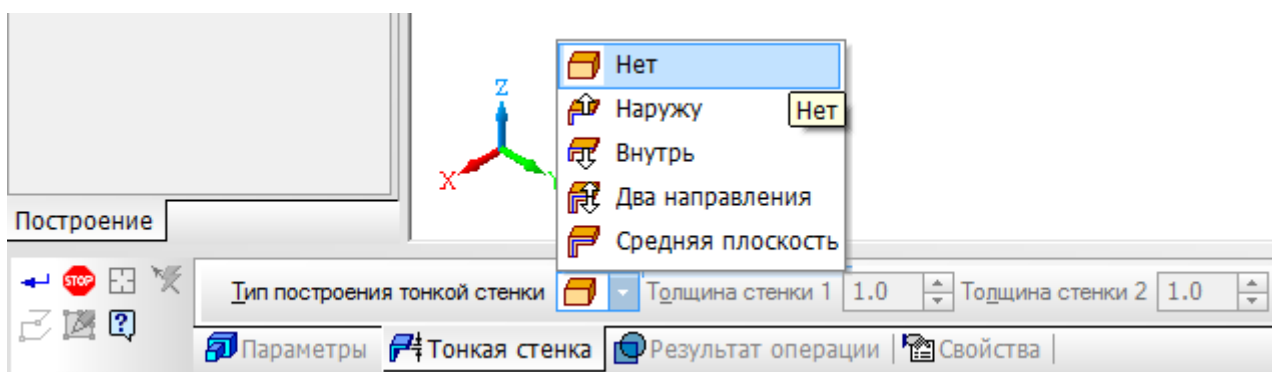

Рис. 4. Выбор типа построения тонкой стенки
- на панели **Свойств** на вкладке **Тонкая стенка** укажите тип построения тонкой стенки – **Нет** (рис. 4);